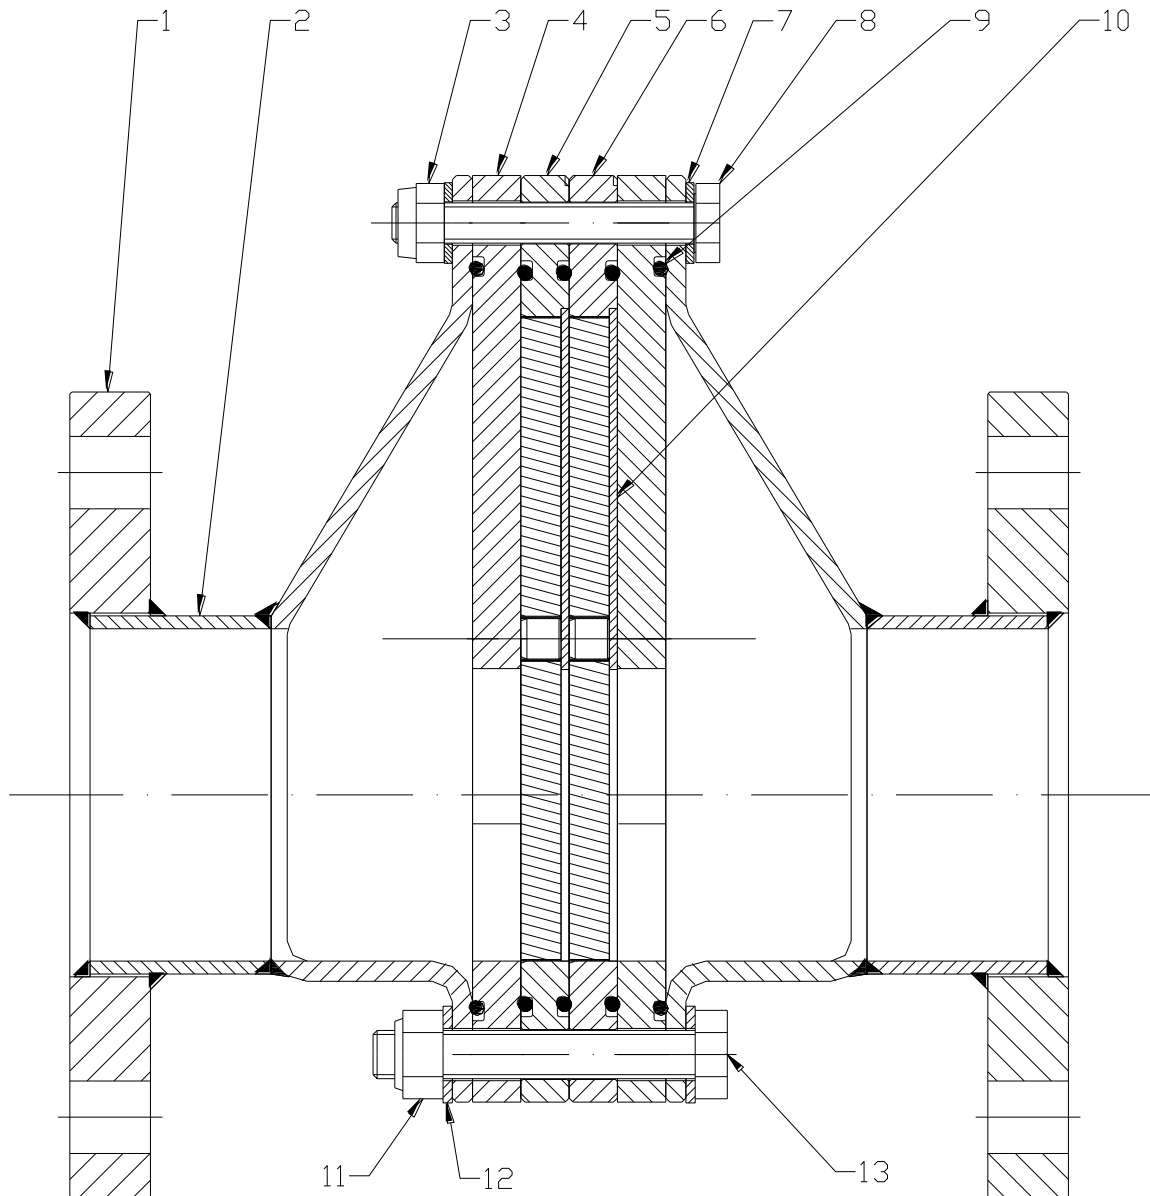

Bild 1
(siehe auch Bild 1)
(siehe Bild 1)
Um einen hohen Druckverlust durch flüssiges Kondensat zu vermeiden, ist die Deflagrationsrohrsicherung wie in Bild 1 dargestellt zu montieren!
Der Zusammenbau erfolgt in umgekehrter Reihenfolge entsprechend Bild 1. Auf die richtige Position der Stützstege (Pos.4, 10) achten. Der Stützsteg (Pos.10) sollte mit dem Stützsteg (Pos.4) fluchten, um einen möglichst geringen Strömungswiderstand und sichere Stabilisierung der Bandsicherung zu gewährleisten.
- Bestellnummer (Position siehe **Bild 1**)